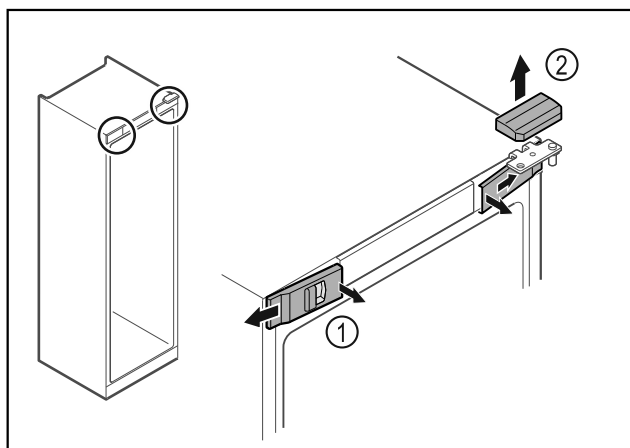

Fig. 18
- Spnite sprednje pokrove Fig. 18 (1) in jih odstranite proti strani.
- Zgornji pokrov Fig. 18 (2) snemite v smeri navzgor.